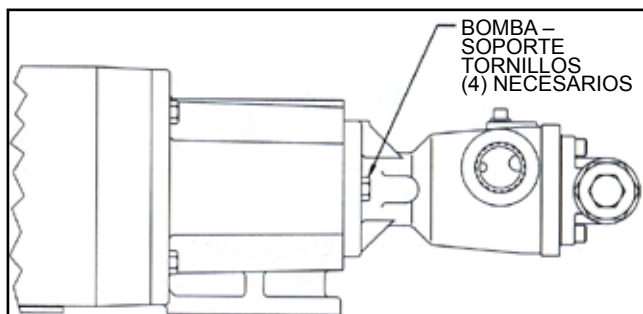

FIGURA 31
5. Termine el montaje sujetando la bomba al soporte (Ver Figura 31). Asegúrese de que el suministro de corriente a la bomba esté "Bloqueado". Compruebe si la bomba gira libremente. Para ello gire las hojas del ventilador del motor o el eje del porta cojinete.